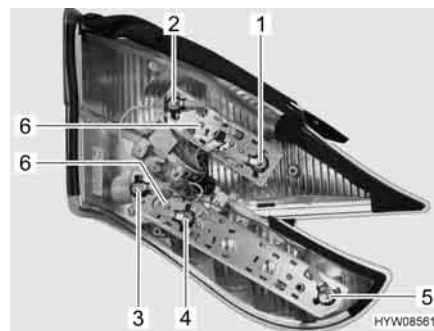

Fig. 180 Luci posteriori (lato posteriore)
- Svitare le due viti Torx (Fig. 180,6) del listello di supporto interessato sul lato posteriore dell'alloggiamento.